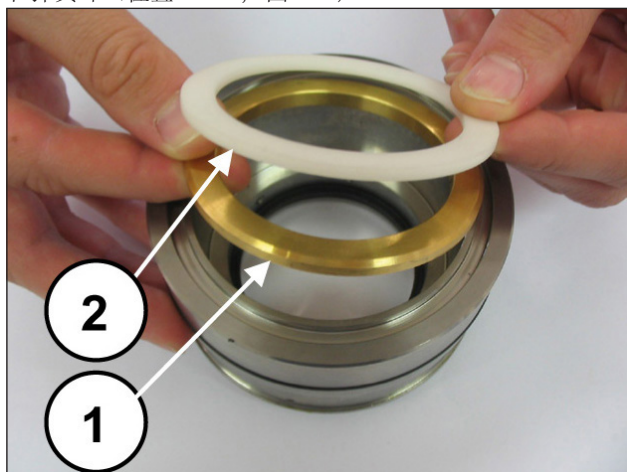
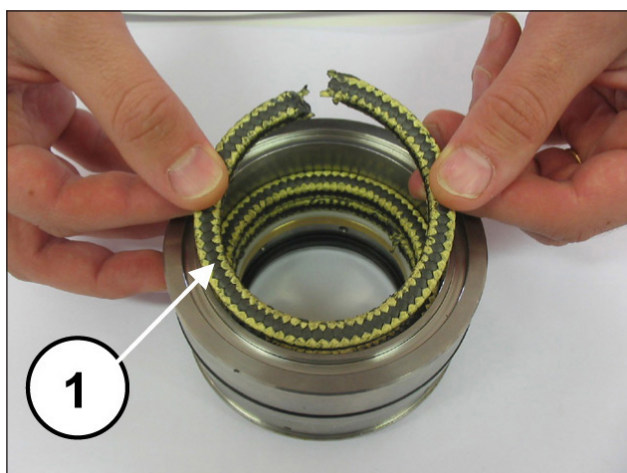
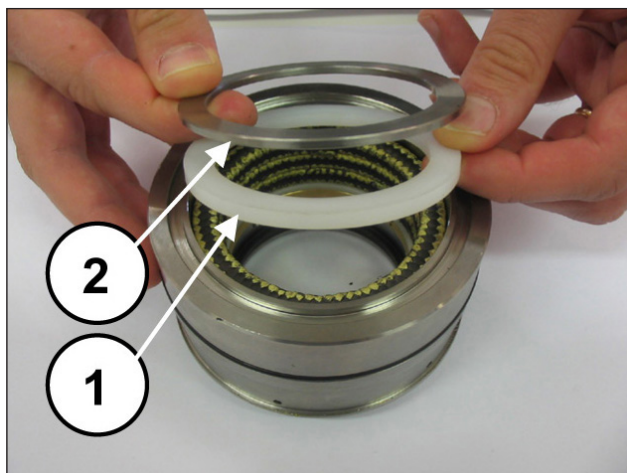

图 153
图 154
图 155
安装支撑环和防挤压环（①②，图 153），3 个 KC 垫圈，注意凹口彼此成 120°（位置 1）①，图 154），刮环和弹簧环（位置 ①②，图 155）